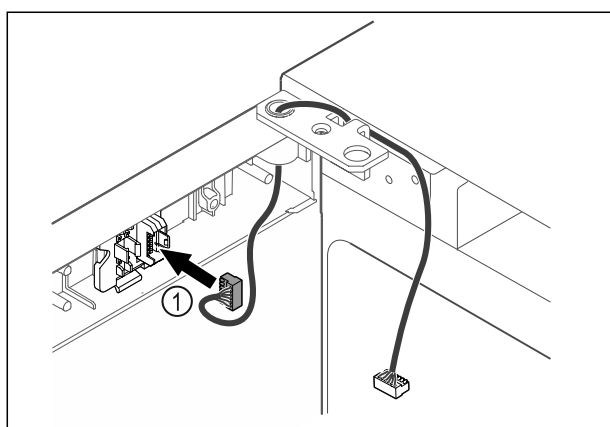

Fig. 40
- ▶ Insérer le connecteur Fig. 40 (1) dans le support.